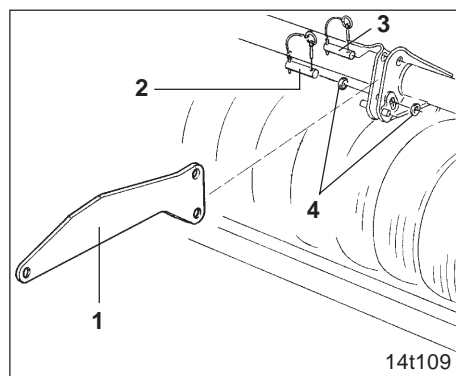

Fig. 7.4
Tragarme (Fig. 7.4/1) zur Montage bzw. Demontage der Walzen immer mit **zwei Bolzen** (Fig. 7.4/2 und Fig. 7.4/3) an den Walzen abstecken. Die oberen Bolzen (Fig. 7.4/3) sind zu entfernen, sobald die Kombination mit einer Aufbau-Särschiene ausgerüstet und die Aufbau-Särschiene an Kreiselgrubber und Walze befestigt ist (siehe Betriebsanleitung Aufbau-Särschiene AS).
**Stecken Sie die unteren Bolzen (Fig. 7.4/2) mit jeweils 2 Scheiben (Fig. 7.4/4) ab, um zu verhindern, daß die Bolzen durch die Langlöcher des unteren Dreipunktes heraus wandern können.**